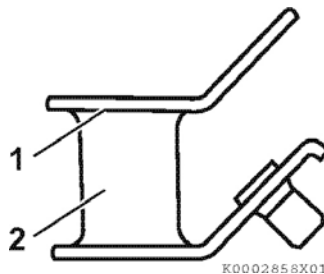

Рисунок 53
1. Проверьте на целостность соединений в местах, где установлены резиновые демпферы (рисунок 53, (1)).
2. Проверьте резиновый гаситель вибраций (рисунок 53, (2)) на наличие трещин и деформации. Замените резиновый гаситель вибраций, если у него есть трещины или деформация.